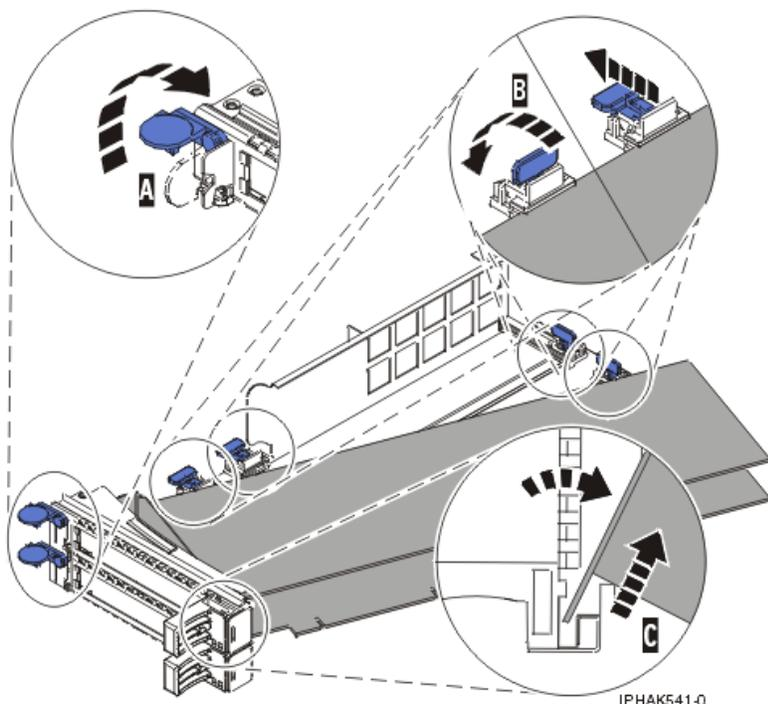
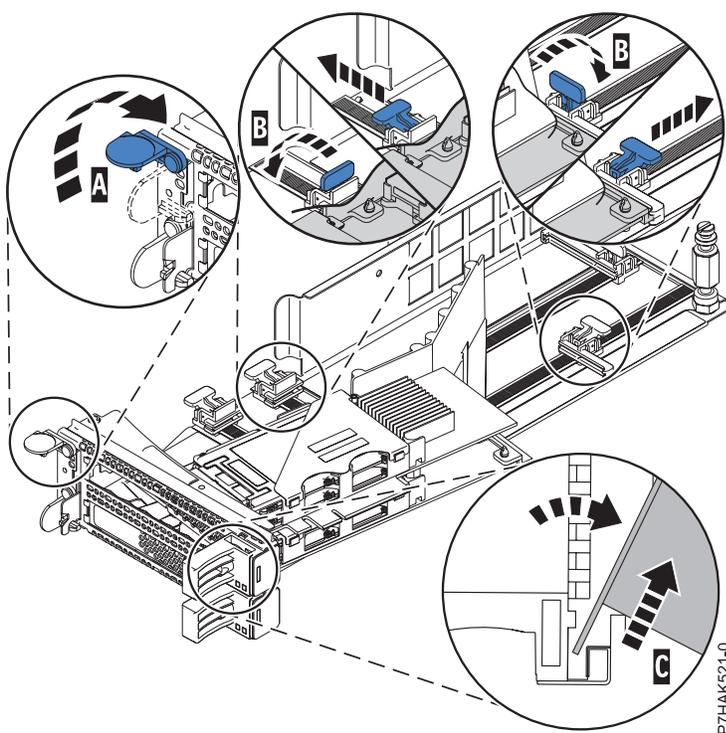

Figura 47. Adaptador que se ha quitado de la casete de adaptadores PCI
Figura 48. Adaptador RAID PCIe y SAS SSD extraído de la casete de adaptador PCI
- d. Desatornille la patilla de giro (C) y colóquela en un lugar seguro.
- a. Desbloquee las piezas de retención del adaptador (B) rotando los clips de retención (A) a la posición horizontal. Consulte la sección Figura 47 en la página 61. Si está extrayendo un adaptador RAID PCIe y SAS SSD, consulte Figura 48 en la página 61.
- b. Retire las piezas de retención (B) separándolas del adaptador.
- c. Desbloquee la abrazadera de la contrapunta del adaptador (A).
- e. Levante el adaptador para sacarlo del canal de retención de la abrazadera de la contrapunta (C).